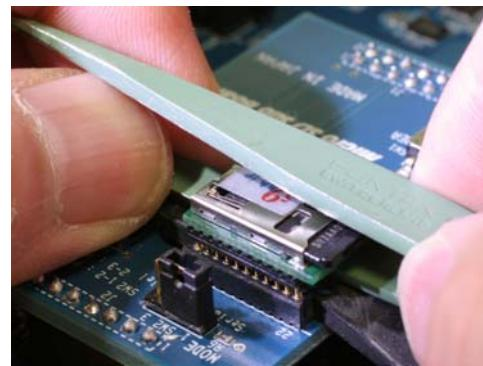

図 11.3 ピンセットを使った例
- 図 11.3 のように、ピンセットをモジュールの下を通し、両側から少しづつ持ち上げるとスムーズに取り外せます。